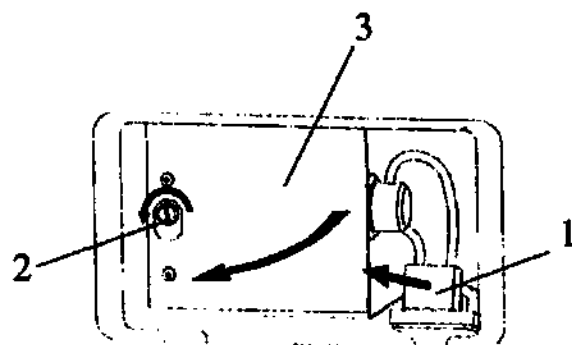

Рисунок 22
Для выведения заводских установок следует выбрать в главном меню строку "УСТАНОВКИ ПО УМОЛЧАНИЮ" и нажать кнопку  на передней панели процессора или клавишу "Enter" на клавиатуре (рисунок 22).
стенке корпуса и отсоединить разъем лампы 1 (рисунок 22) от цоколя, удалить
3.2.4 Установить разъем лампы 1 (рисунок 22) в цоколь и закрыть крышку лампового отсека.